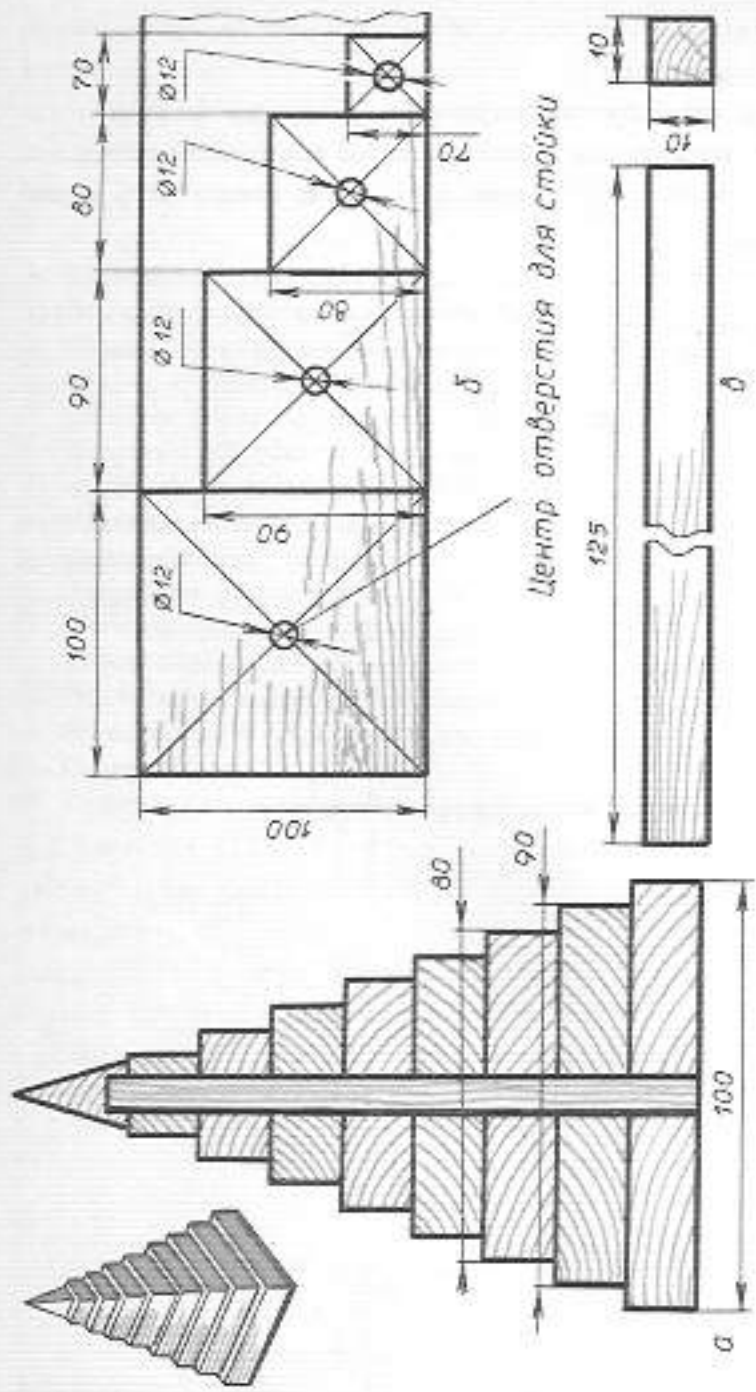

Рисунок 111. Пирамида;
Пирамида (рисунок 111) состоит из фанерных квадратов. Квадраты делаются разных размеров. В середине квадрата просверливается отверстие. Основание пирамиды соединяется с бруском квадратного сечения. Части пирамиды тщательно зачищаются и окрашиваются.
2. Разметить и выпилить квадраты (рисунок 111, б).
4. Изготовить стойку (рисунок 111, в) и соединить с основанием на клею.